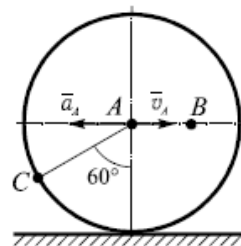

Рис. 2
2. Круглий диск (рис. 2) радіусом  $R=AC=650$  мм котиться без ковзання по нерухомій прямій. При цьому швидкість точки A дорівнює 0,5 м/с. Визначити вектора лінійних швидкостей точок B і C, а також кутову швидкість диска, якщо  $AB=350$  мм (30 балів).